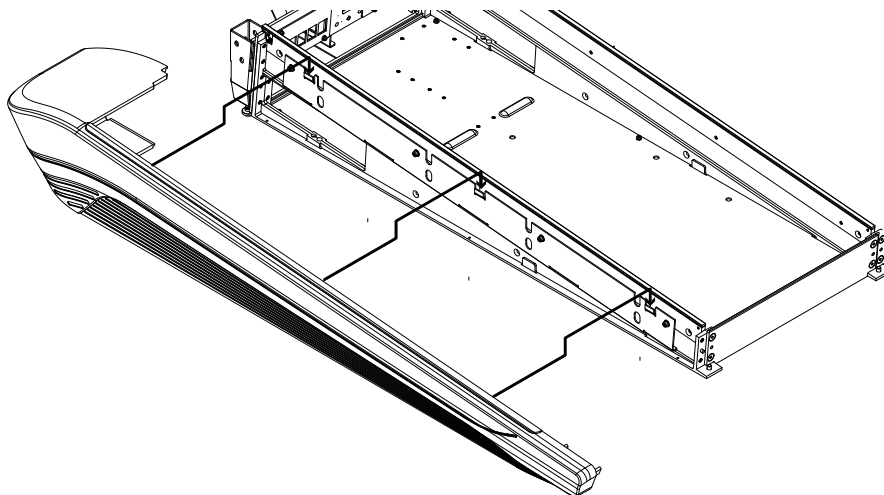

图 28 装配左侧盖
- 2 确保电源线和以太网线不会造成阻碍，然后将面板插入侧支架，使其调整片卡入安装板上的插槽（见图 28）。